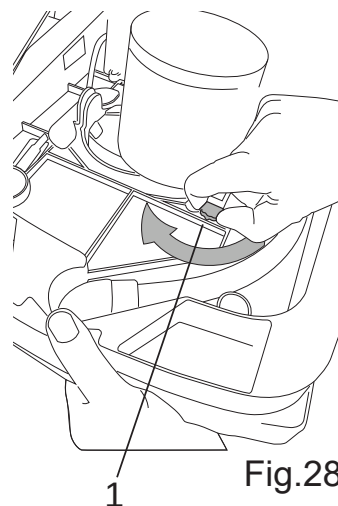

Fig.28
Es posible modificar la intensidad de la tracción girando el regulador (Fig.28-Ref.1), el regulador está dividido en dos partes, una verde y una amarilla:
- Con una mano empuje hacia arriba el cepillo/motor, con la otra mano gire el regulador (Fig.28-Ref.1) hacia la posición deseada.